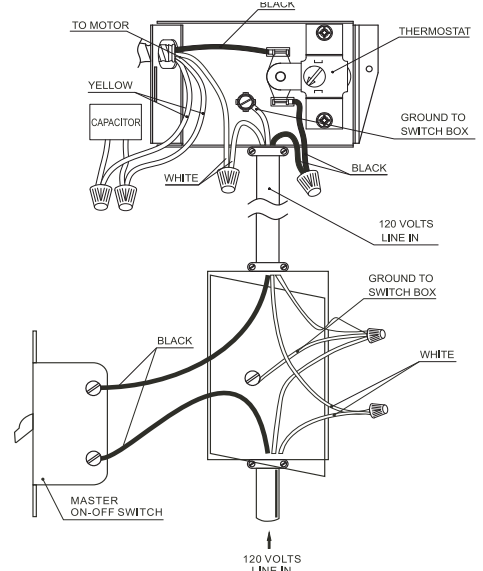
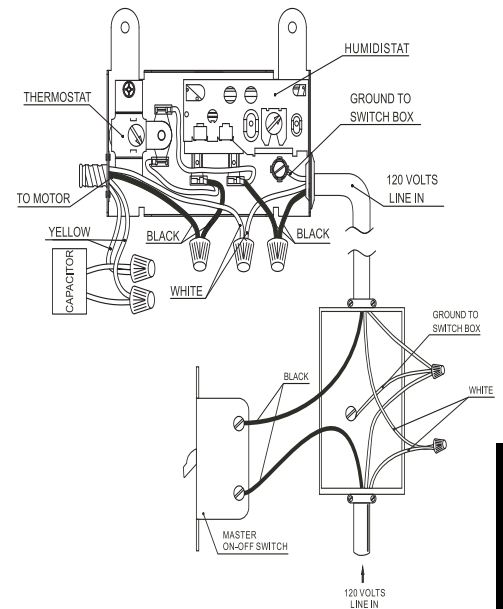

Figure 9 - Montez la boîte de commande 10N202 sur le comble adjacent
Figure 10 - Schéma de câblage pour le raccordement de fil 10N202
8. Reliez la ligne de fil noire et blanche à partir de la boîte de contrôle sur les lignes électriques commandées par un commutateur "Marche/Arrêt", comme indiqué dans le schéma de câblage de la figure 9 pour 10N201 et 10N202 pour Fig.10.